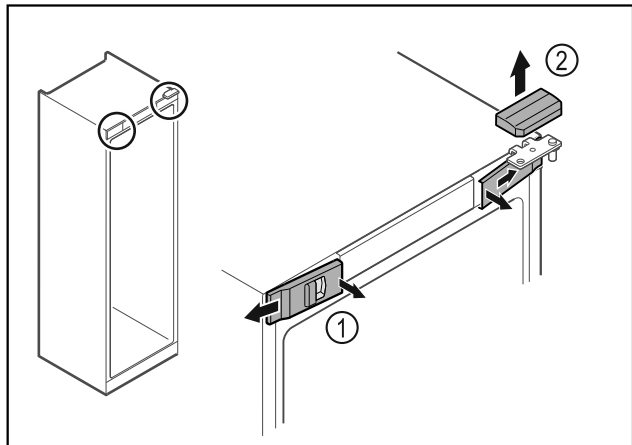

Fig. 9
- ▶ Nxirrni nga foleja kapakët mbulues të përparmë Fig. 9 (1) në pjesën e brendshme dhe hiqini nga anash.
- ▶ Hiqni kapakun mbulues të sipërm Fig. 9 (2) duke e ngritur lart.